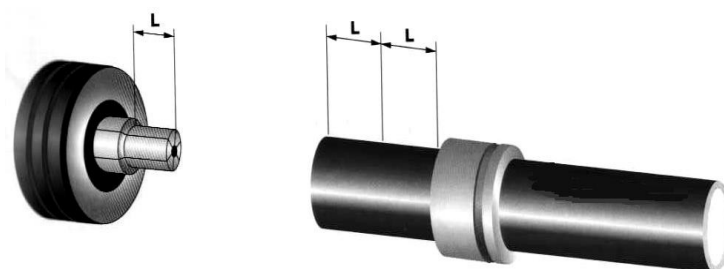

Рис. 22. Расстояние между торцом трубы и подвижной гильзой
6.1.7. Произвести развальцовку трубы в два приема, повернув расширительную насадку относительно трубы после первой развальцовки на 30°. Подвижная гильза не должна находиться в зоне развальцовки. Расстояние между торцом рабочей трубы и гильзой должно составлять не менее двух длин расширительной насадки (см. рис. 22).